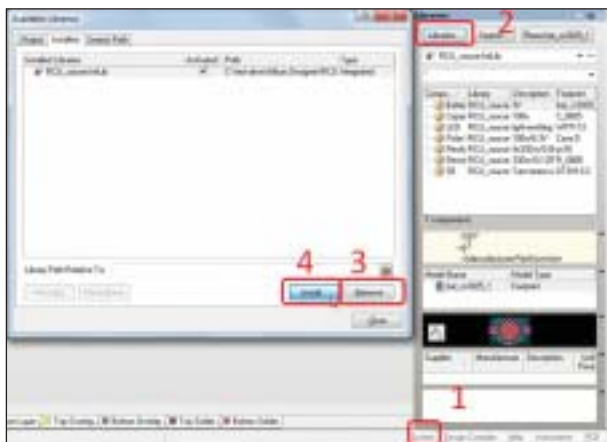

Рис. 13. Добавление библиотеки
4. Чтобы добавить в список нужную библиотеку (рис. 13), нажмите кнопку *Install* и в открывшемся окне укажите библиотеку *RCU_source.IntLib*, которая находится в директории *C:\test-drive\Altium Designer\RCU*.